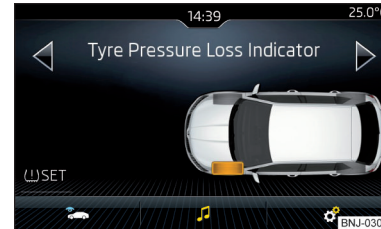

Abb. 240
- ▶ Die Funktionsfläche  SET antippen » Abb. 240.
Bei aufleuchtender Kontrollleuchte  im Kombi-Instrument kann im Infotainment der betroffene Reifen angezeigt werden » Abb. 240.